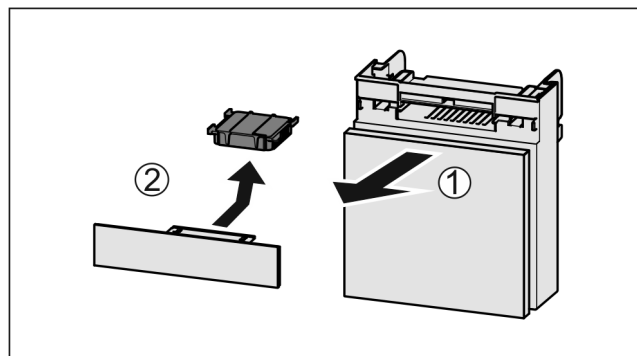

Fig. 115
- Extraire le compartiment par l'avant Fig. 115 (1).
- Sortir le filtre à charbon actif Fig. 115 (2).